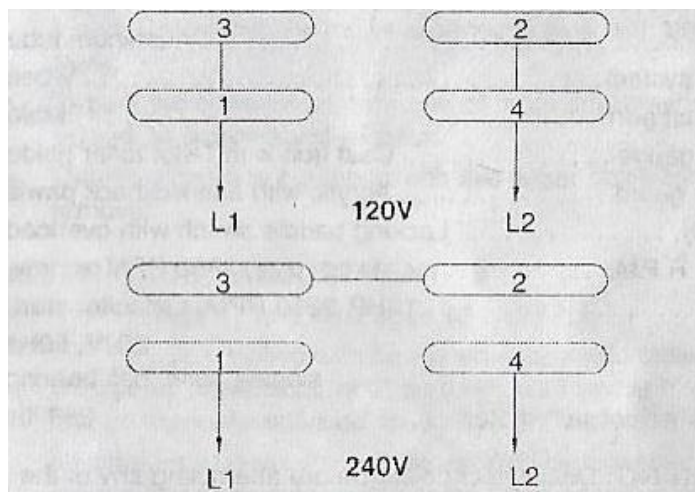

Figura 42: Esquema eléctrico.
- Para las instrucciones de cableado de la unidad, véase el siguiente esquema eléctrico (figura 42).